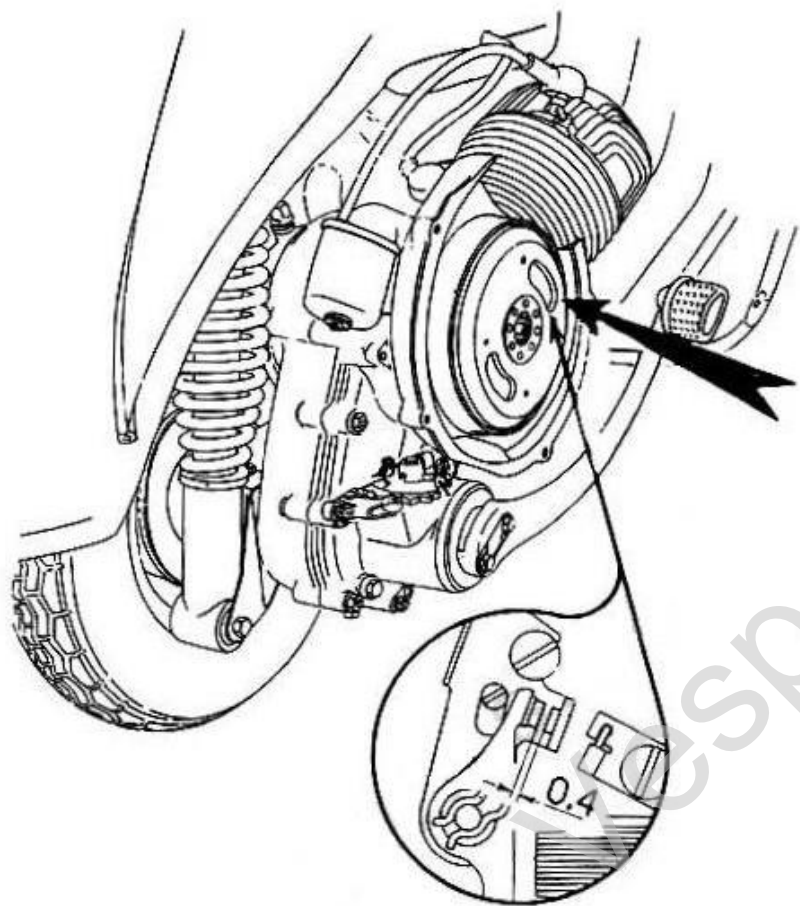

Fig. 21 - Registrazione puntine del ruttore
6) Registrare (0,4 mm.) e pulire le puntine platinato del volano magnete (fig. 21).